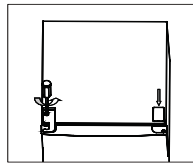

Рисунок 31
13. Зафиксируйте крышку шарнира на левой стороне и крышку отверстия шарнира на правой (рис. 31).